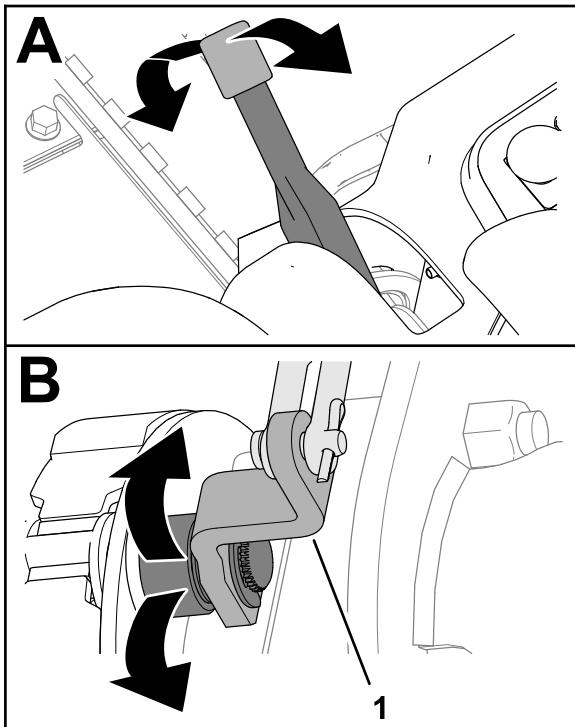

Figura 71
2. Spostate verso l'alto e verso il basso la leva del freno di stazionamento per verificare che la leva della camma del freno si muova liberamente (Figura 71).